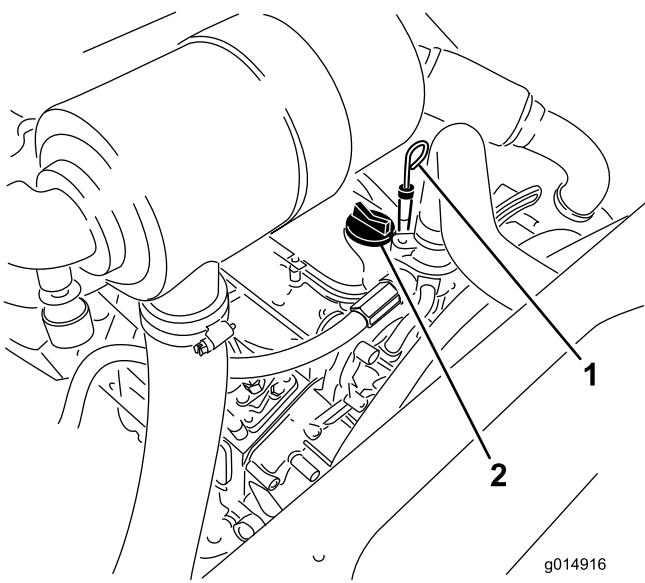

Figura 33
3. Retire a vareta, limpe-a e volte a colocá-la (Figura 33).
5. Se o nível de óleo se encontrar abaixo da marca Full (Cheio) da vareta, retire o tampão de enchimento (Figura 33) e adicione óleo até que o nível atinja a marca Full.